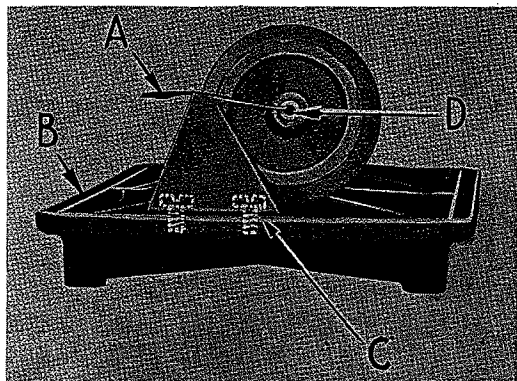

Fig. 3
La lubricación del mecanismo, debajo de la placa de la tela, se realiza automáticamente mediante el eje impulsor de avance (D, Fig.3), que es tubular. El aceite se introduce en el eje por el extremo de la catalina o rueda dentada mediante una placa distribuidora de aceite (A, Fig. 3) que va sujeta a la cubierta del fondo (B) por dos tornillos (C).